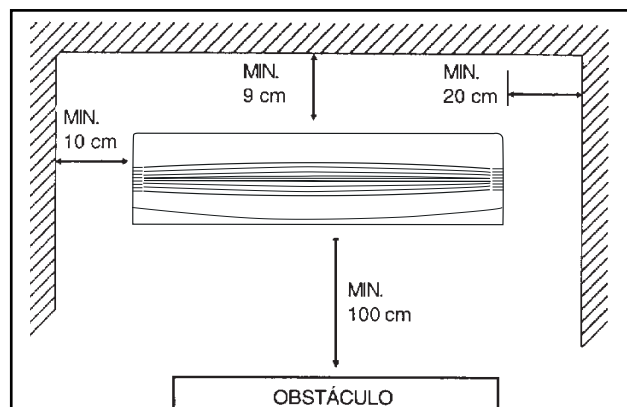

FIGURA 14 - ESPAÇOS MÍNIMOS RECOMENDADOS 42M
- * Selecionar um local com espaço suficiente que permita reparos ou serviços de manutenção em geral, como por exemplo a limpeza do filtro de ar. Os espaços mínimos apresentados na figura 14 deverão ser respeitados.